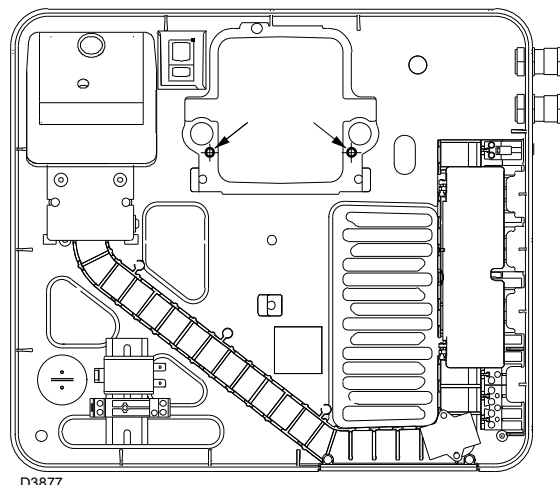
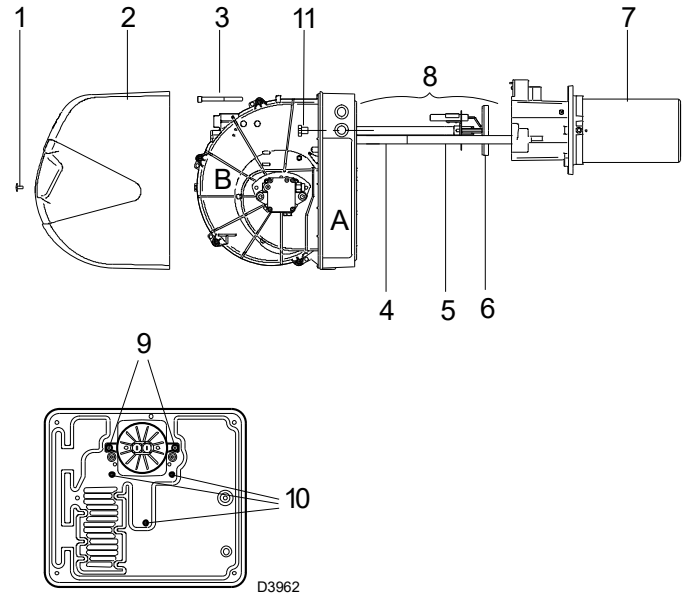

Fig. 29
Fig. 31
Si es necesario el mantenimiento del cuadro eléctrico A)(Fig. 31) basta retirar solo el grupo ventilador B)(Fig. 31) y así poder acceder fácilmente a los componentes eléctricos.
Con el quemador abierto como en la Fig. 31, desconectar los cables de los electrodos y retirar el grupo cabezal 8)(Fig. 31) desenroscando los dos tornillos 9)(Fig. 31).
Desconectar los cables del motor ventilador, retirar los tres tornillos 10)(Fig. 31) de la placa de protección y los dos tornillos 11)(Fig. 31) y retirar el grupo ventilador B)(Fig. 31) de las guías 4) - 5)(Fig. 31).
Por último, se pueden usar dos de los tres tornillos 10)(Fig. 31) para fijar el cuadro eléctrico al conducto en los puntos indicados en la Fig. 29, y realizar a continuación las operaciones de mantenimiento.
- Quitar el tornillo 1)(Fig. 31) y extraer la tapa 2);